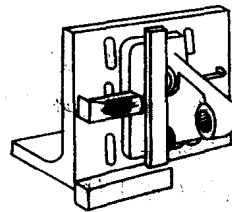

图 1-1-9 角铁
(3) 角铁 常用的是直角铁，常与压板和 C 形夹头配合在一起夹持工件进行划线，如图 1-1-9 所示。